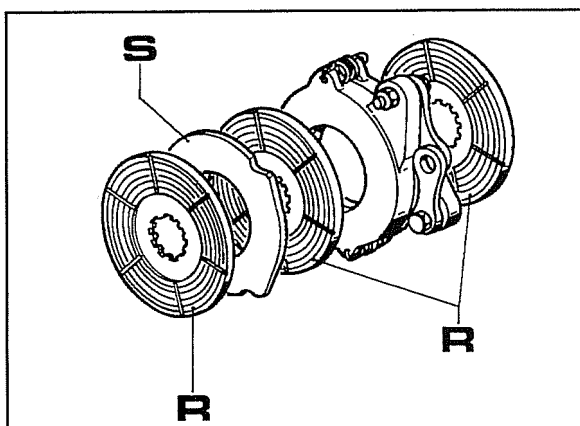

Fig. 22
- A fig.22 representa uma massa de travagem completa montada numa máquina até ao chassis número C467493.